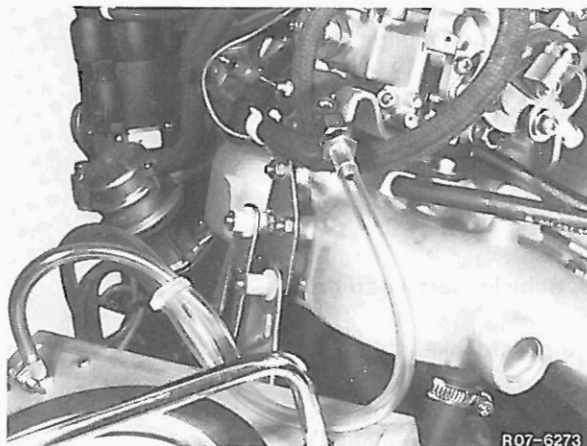

Bild 52
Prüfgerät für Unterdruck (116 589 25 21 00) am Anschluß (U) anschließen (Bild 52)